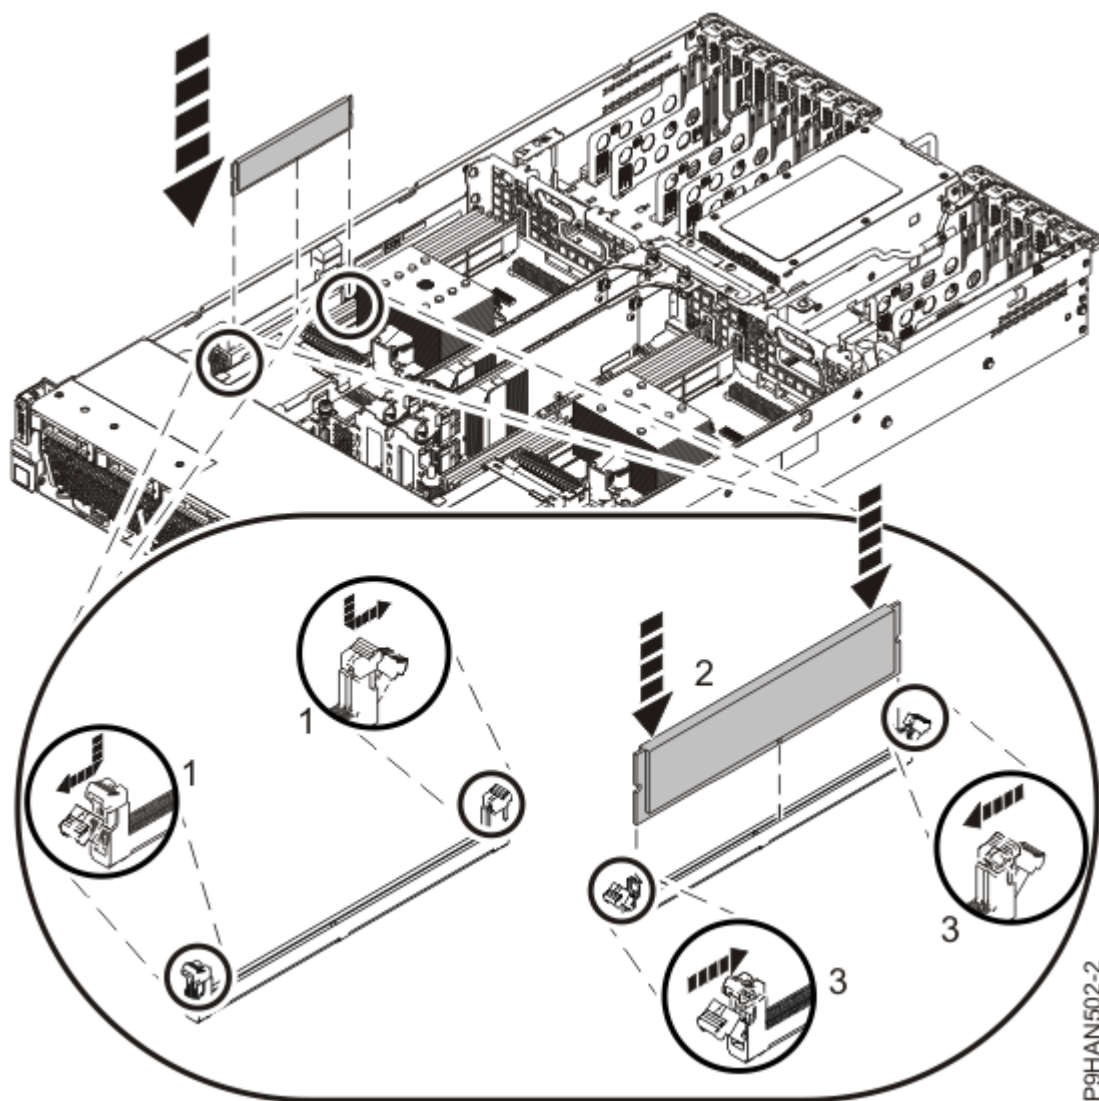

Figure 22. Remise en place d'un module de mémoire
4. Vérifiez que les languettes de verrouillage du module de mémoire sont ouvertes. Appuyez doucement sur le module de mémoire pour l'insérer dans l'emplacement jusqu'à ce que les languettes de verrouillage s'enclenchent. Voir Figure 22, à la page 30.